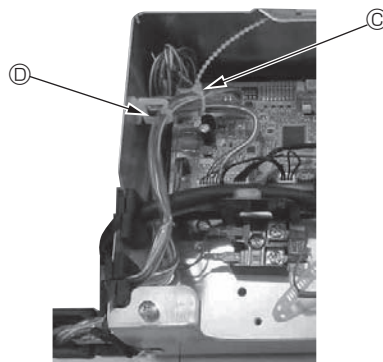

Fig. 10-14
- Bunta ihop den överflödiga delen av kablarna från i-See-sensorn och signalmottagaren i elkomponentlådan och fäst upp dem enligt bilden. (Fig. 10-14)